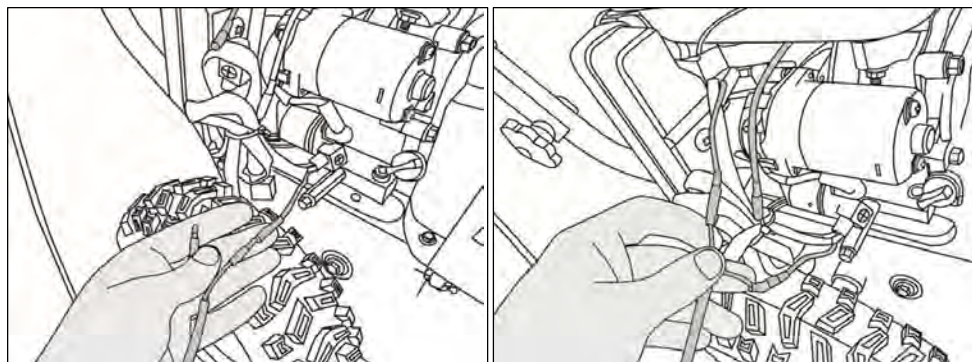

Рис. 9
6. Соедините клеммы подачи питания на панель управления, для моделей AC-F-700E, AC-F-700EP (рис.9).